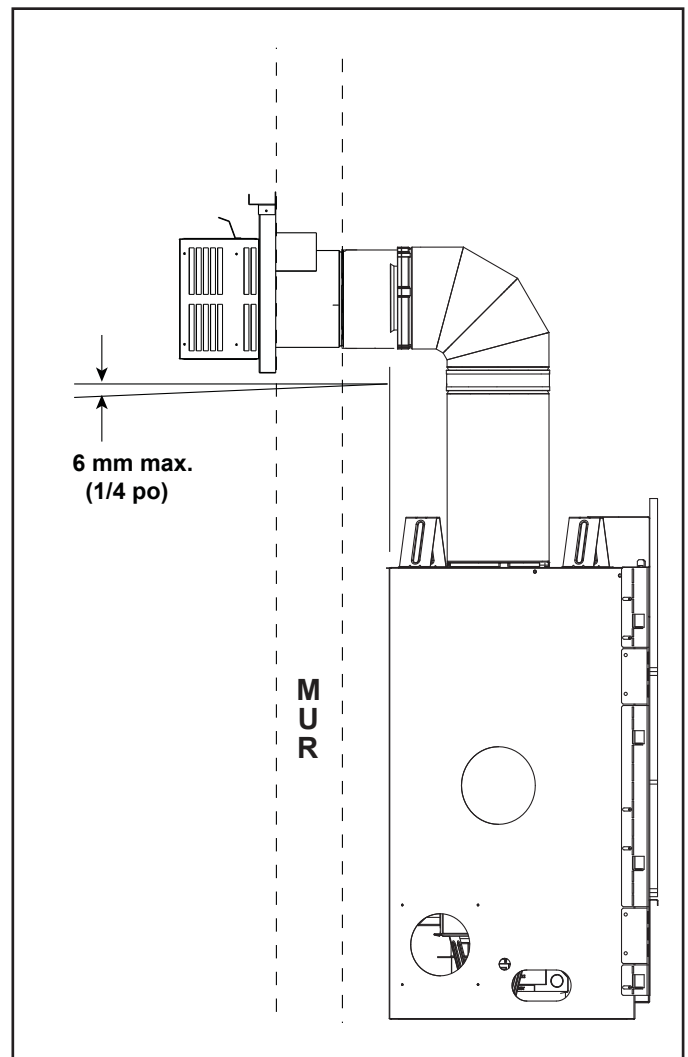

Figure 4.11 Bouchon d'aération
- Le chapeau de l'extrémité horizontale devrait avoir une inclinaison vers le bas de 6 mm (1/4 po) afin de permettre à toute humidité dans le chapeau d'être libérée. Voir la figure 4.11.